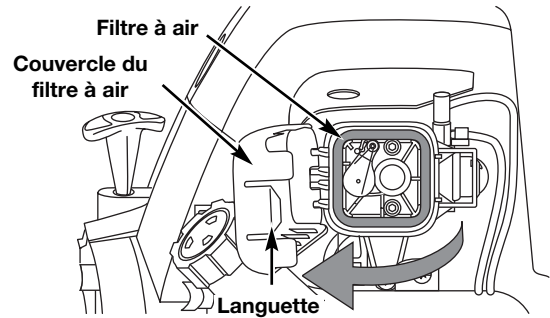

Fig. 26
2. Retirez le filtre à air (Fig. 26).
1. Ouvrez le couvercle du filtre à air. Enfoncez la languette à droite du couvercle, tirez celui-ci vers vous puis vers la gauche (Fig. 26).